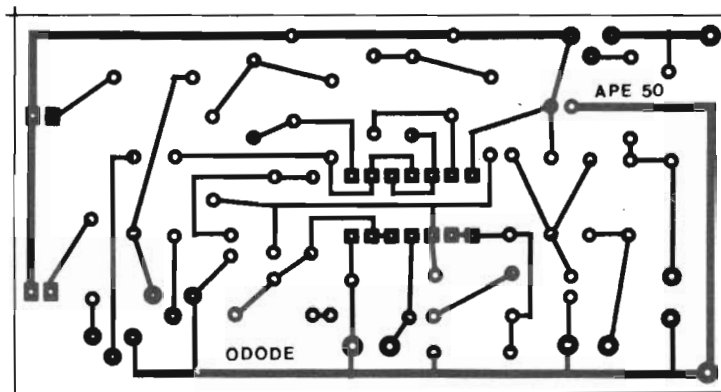

Fig.2
- FIG. 2 - LAY OUT DO CIRCUITO IMPRESSO ESPECÍFICO - Embora o circuito não tenha assim tão poucas peças, a distribuição delas no Impresso foi cuidadosamente "leiautada" de modo que o padrão de ilhas e pistas ficasse simples, não "apertado"... Recomenda-se apenas que o Leitor/Hobbysta decalque cuidadosamente a figura (usando carbono, por exemplo...) sobre a face cobreada de um fenolite nas convenientes dimensões (ver LISTA DE PEÇAS), efetuando em seguida a traçagem com tinta (ou decalques transferíveis, mais "profissionais"...), ácido-resistente, conferindo bem o desenho, antes e depois da corrosão... Como a figura está em tamanho natural, também poderá ser usada como gabarito para a furação... No mais, é respeitar todas as elementares regras para a boa confecção e aproveitamento dessa técnica de montagem, relacionadas sempre no encarte INSTRUÇÕES GERAIS PARA AS MONTAGENS (primeiras páginas de APE...).